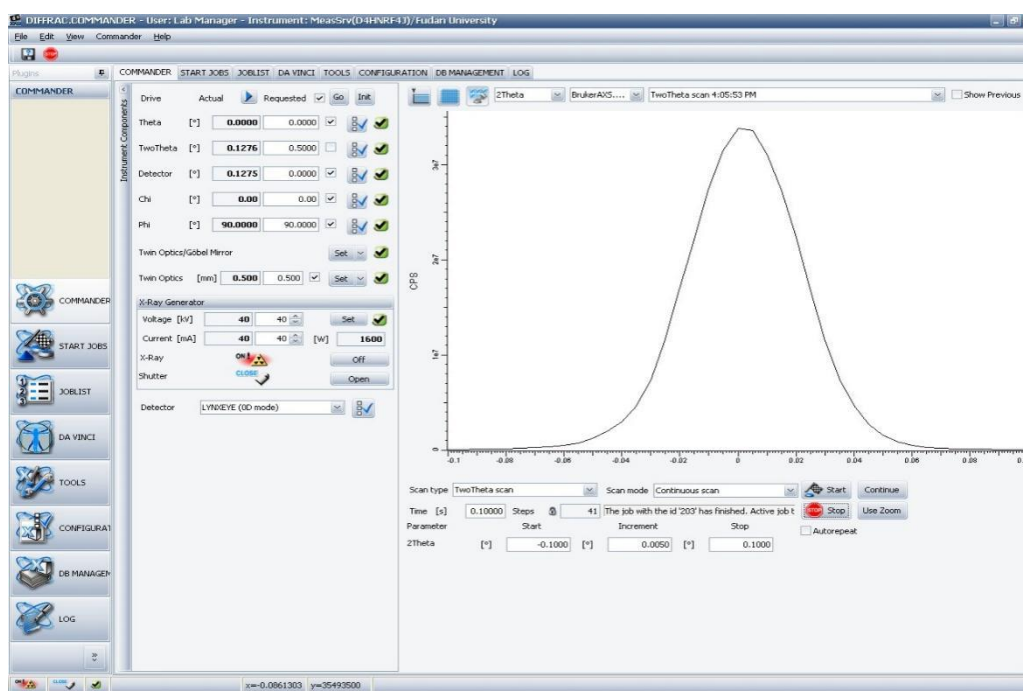
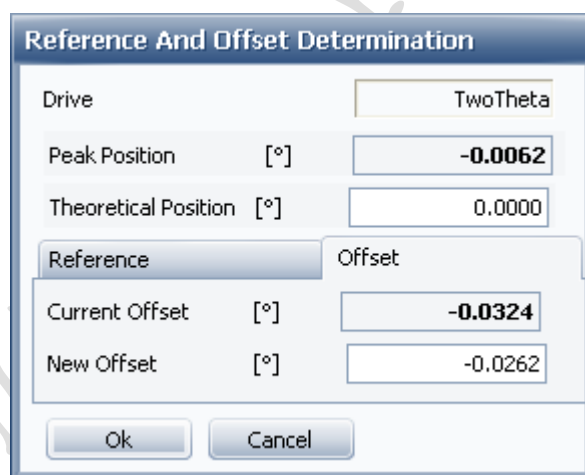

图 6-6
图 6-7
- (5) 将Theta及Detector设为0，按go，选择 Two theta 测量模式，将测试范围设为-0.1 至 0.1°，步长为 0.005 (图 6-6)。测量完后打开commander目录下的reference and offset determination (选择Offset)，将Theoretical Position改为0°，点击OK offset探测器端的参考位置 (图 6-7)。